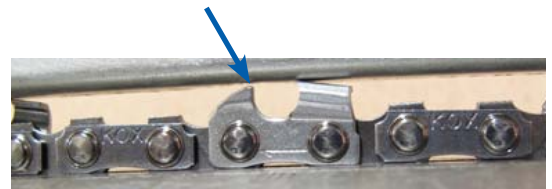

Bild 19
- Nun können Sie mit der Fühllehre prüfen, wie groß der Abstand zwischen Flachmaterial und Tiefenbegrenzer ist (Bild 19).